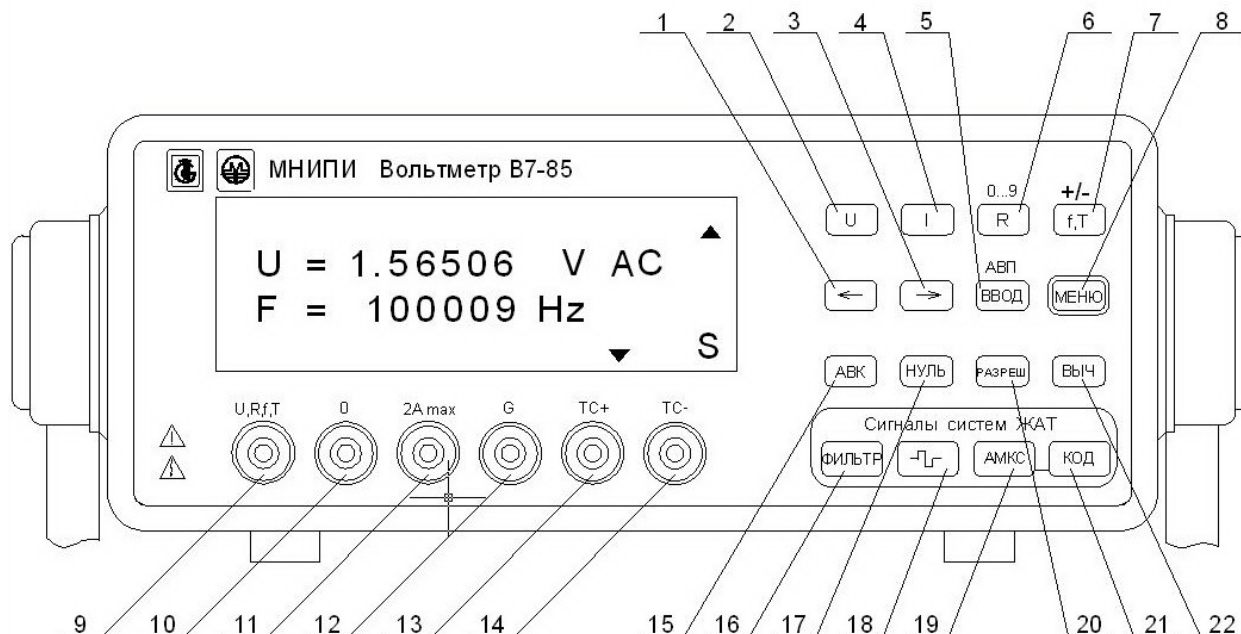

Рисунок 11 - Расположение органов управления, подключения и индикации, находящихся на передней панели вольтметра
2.3.1. На передней панели вольтметра (рисунок 11) расположены: